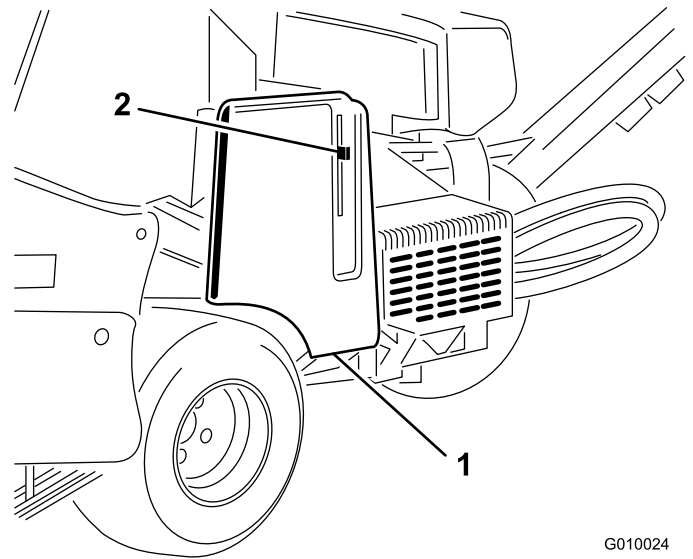

Figura 18
2. Abra la cubierta de la correa y retírela (Figura 18).